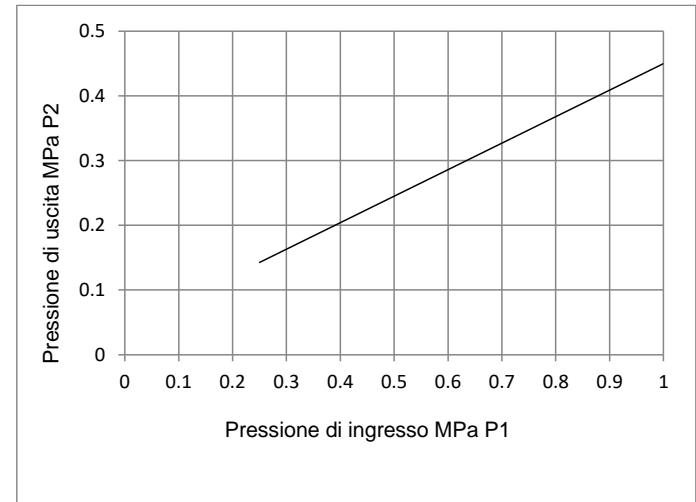

Figura 5. Pressione di commutazione (Chiusa → Aperta) della valvola di avviamento progressivo V2
- In un'applicazione legata alla sicurezza, il sistema di sicurezza ecciterà le valvole di sicurezza (V3 e V4 in Figura 4), permettendo alla macchina di funzionare in modo sicuro. Quando entrambe le valvole sono eccitate, l'aria entrerà nel sistema protetto attraverso l'attacco 2 (A). La portata è inizialmente limitata dalla valvola a spillo V1 e la pressione nel sistema protetto rimarrà bassa man mano che il sistema si riempie o gli attuatori si muovono lentamente. La pressione successivamente aumenterà man mano che il sistema si riempie o gli attuatori si fermano. Con l'aumento della pressione P2 (vedi Figura 5) la valvola V2 si commuta e la valvola V1 viene bypassata. In questa condizione, l'aria entrerà nel sistema protetto secondo i dati riportati nella sezione 2.3.